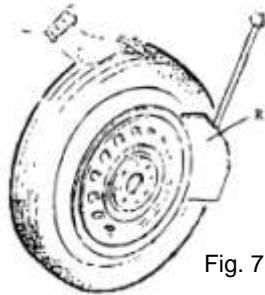

Fig. 7
- Abra el brazo presionador manualmente empujándolo hacia fuera, coloque la rueda contra el amortiguador de goma. Coloque la pala contra el talón a 10 mm del borde de la llanta, como se muestra en la fig. 7.